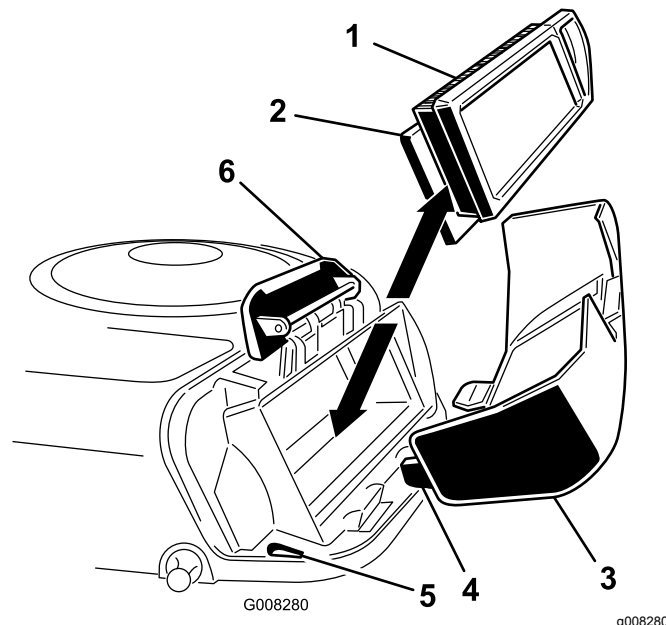

Bild 23
4. Schieben Sie den Papier- und den Schaumeinsatz vorsichtig vom Gebläsegehäuse herunter (Bild 23).
2. Fluchten Sie die Nasen des Luftfilterdeckels mit den Schlitten im Gebläsegehäuse aus (Bild 23).